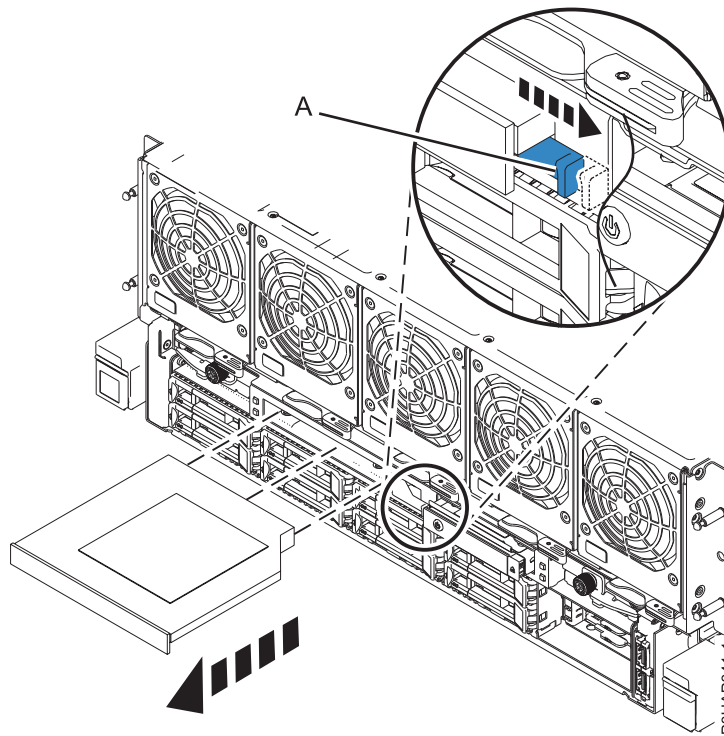

Abbildung 4. DVD-Laufwerk ausbauen
- a. Ziehen Sie den blauen Hebel (**A**) nach rechts (siehe Abb. 4 auf Seite 6).